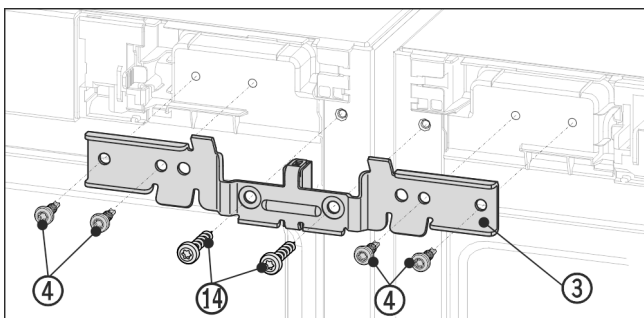

Fig. 13 Zobrazení příkladu
- Úhelník Fig. 13 (3) zasuňte rozpěrným kusem mezi přístroje na čepy. Úhelník přišroubujte čtyřmi šrouby Fig. 13 (4) a předtím vyšroubovanými uzemňovacími šrouby Fig. 13 (14) střídavě vlevo a vpravo bez utahování.